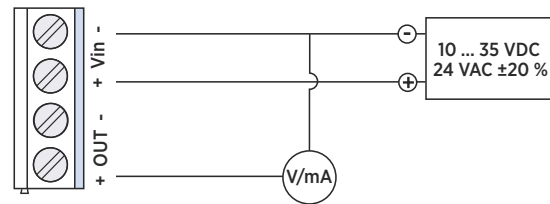

图 3 3 线输出的配线
- 3 线制输出：请参见图 3 (页 2)。根据不同输出类型提供所需供电电压：